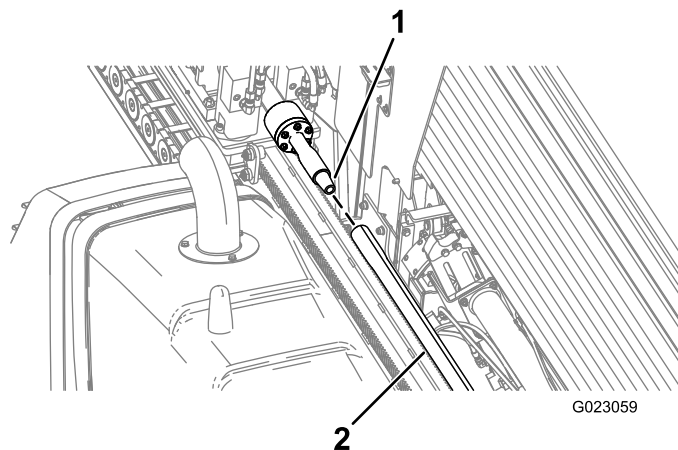

Рисунок 87
6. Поверните буровой шпиндель по часовой стрелке и медленно переместите каретку вперед, чтобы вставить шпиндель в конец трубы с внутренней резьбой (Рисунок 87).
вставить шпиндель в конец трубы с внутренней резьбой (Рисунок 87).